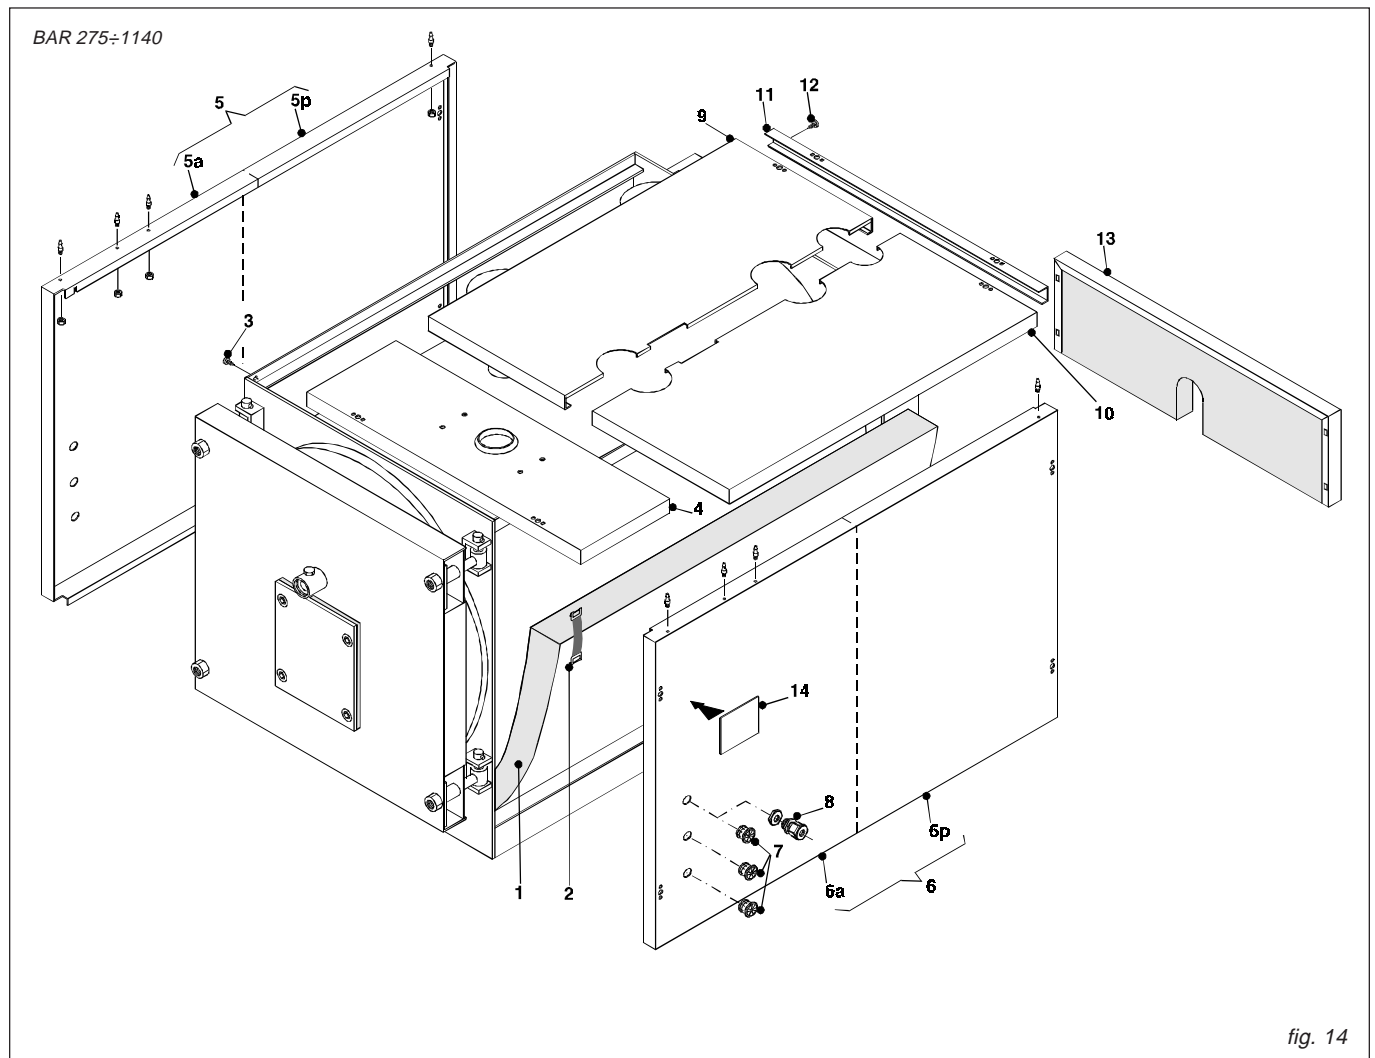

fig. 14
N.B. Per i modelli compresi tra **BAR 275 e BAR 550** (rif. fig. 14), il mantello e l'isolamento sono contenuti in 1 imballo marcato:
Sequenza di montaggio (Rif. fig. 14)